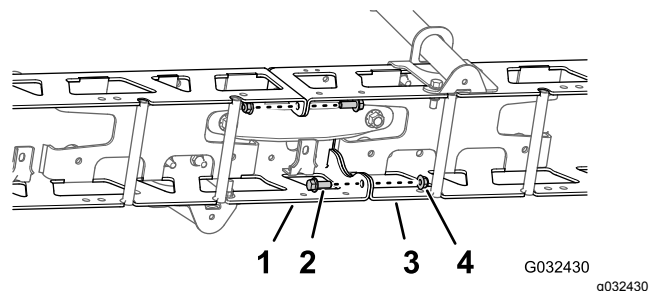

図 52
- 左右のトラスフレームの垂直フランジを固定しているフランジヘッドボルト 3/8 x 1" 2本とロックナット 3/8" 2個を取り外す 図 52。